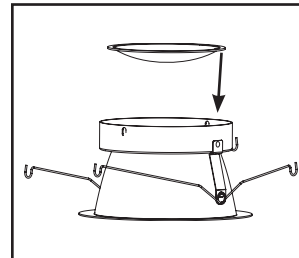

Figura 29.
1. Inserte la lente en el reflector con su parte cóncava mirando hacia abajo (Figura 29).